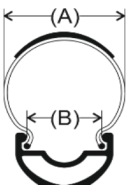
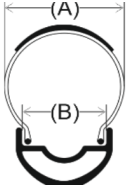

Fig. 1 — jante à crochets (hook)
Fig. 2 — jante sans crochets (hookless)
La jante doit être étanche et conforme à l'E.T.R.T.O., à **crochets** (fig. 1) ou à **flancs droits, sans crochets** (fig. 2). (A) largeur du pneu, (B) largeur interne de la jante.